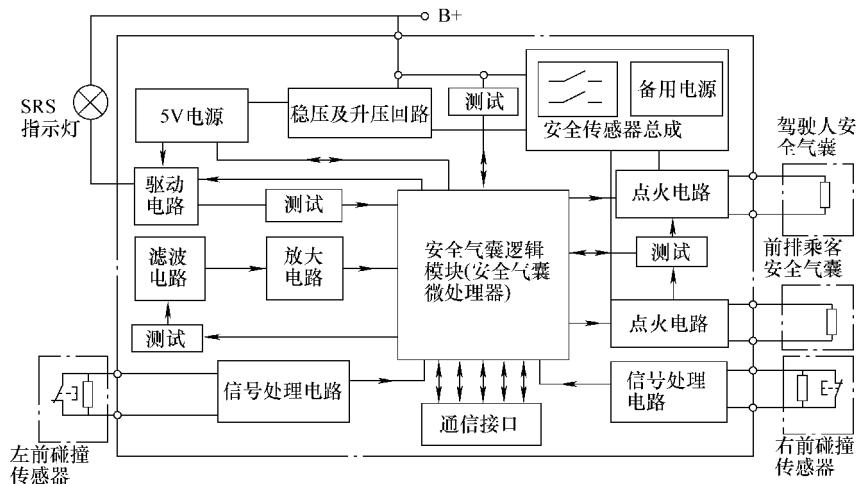

图 9-11 安全气囊系统电脑工作原理
(2) 安全气囊系统电脑原理 安全气囊电脑是安全气囊系统的控制中心,工作时主要接收碰撞传感器及其他各传感器输入的信号,然后进行整形、放大和滤波后转换为 SRS 电脑能够接收、识别和处理的信号,最终判断是否点火引爆气囊充气,如图 9-11 所示。